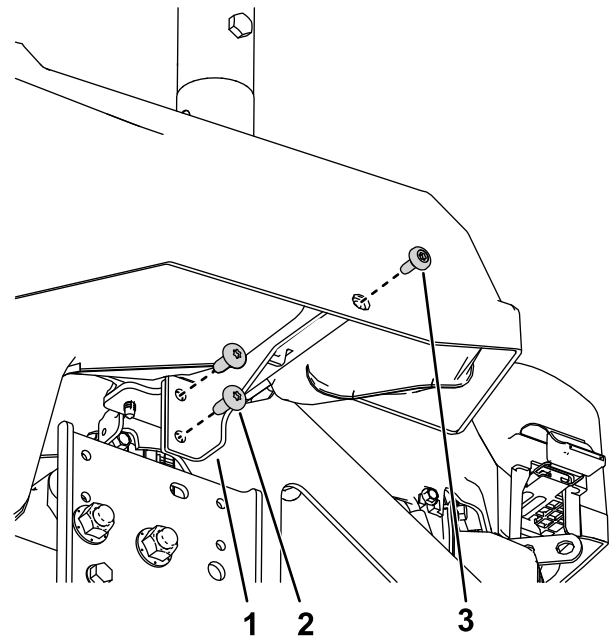

Figura 6
2. Instale el soporte del carenado izquierdo en el bastidor de la máquina usando 2 tornillos autorroscantes ($\frac{5}{16}$ " x $\frac{3}{4}$ ") y las piezas que retiró en 1 Preparación de la máquina \(página 3\), como se muestra en la Figura 6.